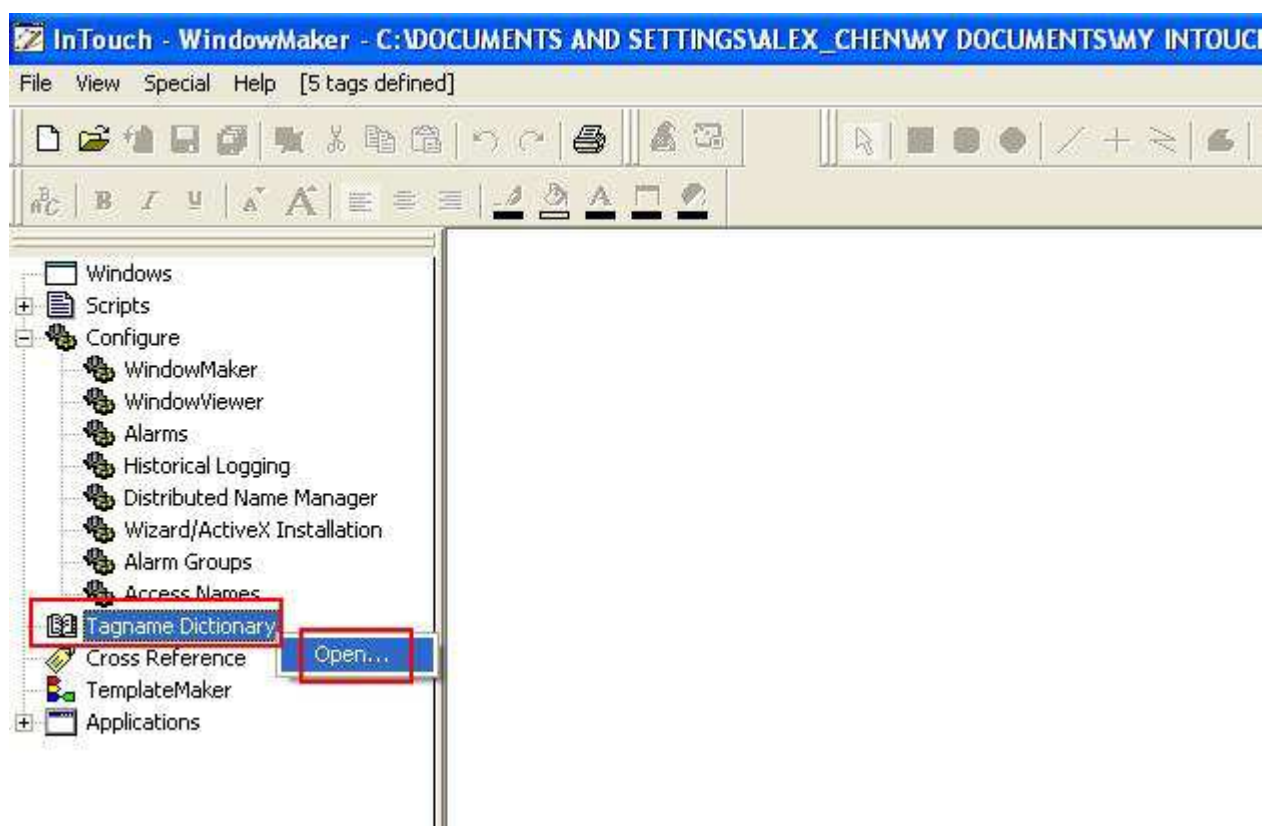

Рис. 11
2.9 Для каждого канала Ввода/Вывода, к которому нужен доступ, необходимо определить тег, присвоив уникальное имя tagname. Для этого перейдите в раздел **Tagname Dictionary** → **Open** (Рис. 11).